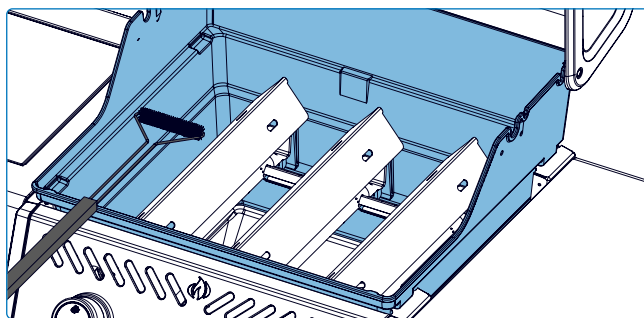

Fig. 21
2. Utilice un cepillo de alambre de latón para limpiar los restos sueltos de los laterales y la parte inferior de la tapa (**Fig. 21**).